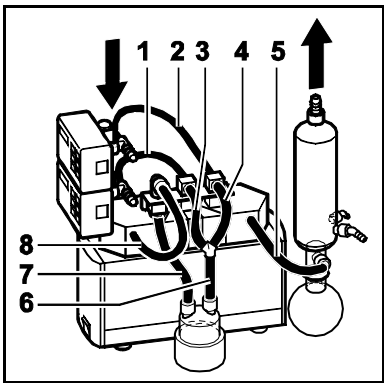

Fig. 18 : Raccordement système SCC
8	Tuyaux (voir Fig. 18) <ul style="list-style-type: none">▪ Résistent au fluide utilisé▪ Diamètre intérieur 10 mm▪ Longueurs : (1) environ 320 mm, (2) environ 260 mm, (3, 4) environ 120 mm, (5) environ 220 mm, (6) environ 135 mm, (7) environ 175 mm, (8) environ 350 mm
5. Raccorder le système (voir Fig. 18).